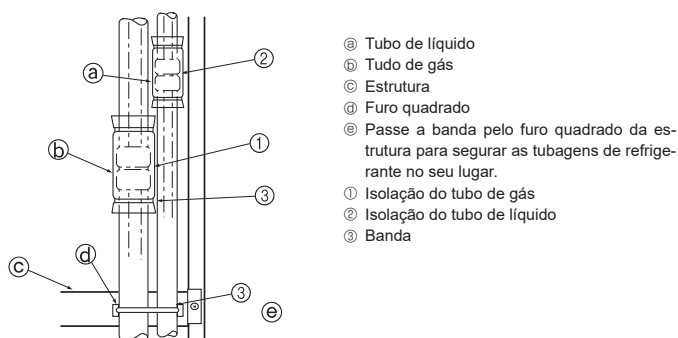

Fig. 4-5
Isolar completamente as juntas de alargamento ① e ② dos tubos de gás e de refrigerante. Se uma parte das juntas ficar visível, pode formar-se condensação e gotejamento. (Fig. 4-5)
- Aperte a isolamento do tubo de gás ① e a isolamento do tubo de líquido ② nas duas pontas de maneira que não deslizem e se alinhem uma pela outra.
- Terminada a isolamento, utilize uma banda ③ para apertar a tubagem de refrigerante à estrutura (por baixo da secção da junta do tubo). Isto evitará que o tubo refrigerante salte da estrutura. (Se a tubagem de refrigerante saltar da estrutura, não se pode instalar a grelha.)